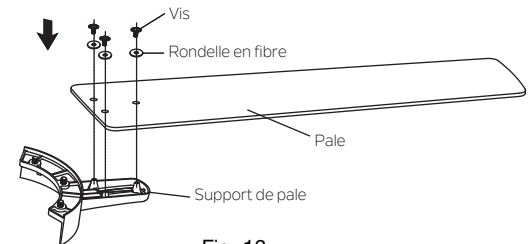

Fig. 13
Étape 1. Placez la pale sur le support de pale avec des montants filetés exposés. Assurez-vous que le bord inférieur de la pale est bien logé contre le support de la pale. Avec un tournevis Philips, enfoncez une vis et une rondelle de pale dans le support de la pale (ne pas serrer) et répétez l'opération pour les 2 autres vis et rondelles de pale restantes. Serrez chacune des vis fermement en commençant par la vis centrale. Assurez-vous que la pale est droite. Répétez les étapes pour les autres pales. (Fig. 13)